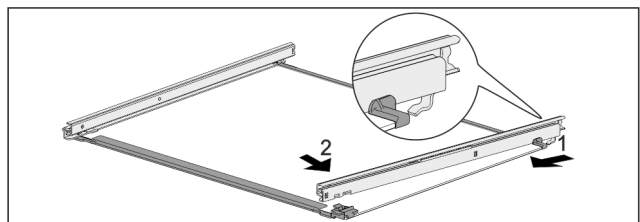

Fig. 59 Скляна пластина з рейками
- ▶ Зачепити рейку ззаду. Fig. 59 (1)
- ▶ Зафіксувати рейку спереду. Fig. 59 (2)